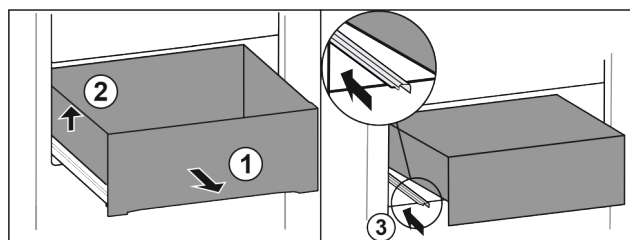

Fig. 106
- ▶ Izvadite ladicu do graničnika. Fig. 106 (1)
- ▶ Podignite ladicu lijevo. Fig. 106 (2)
- ▶ Gurnite lijevu vodilicu. Fig. 106 (3)